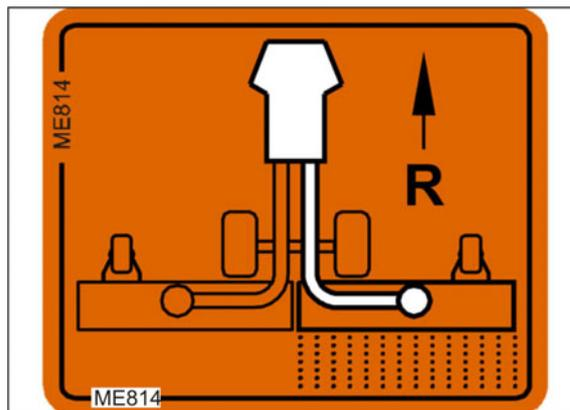

Рис. 216
4. Переместите рычаг влево (Рис. 216/2) и зафиксируйте его: